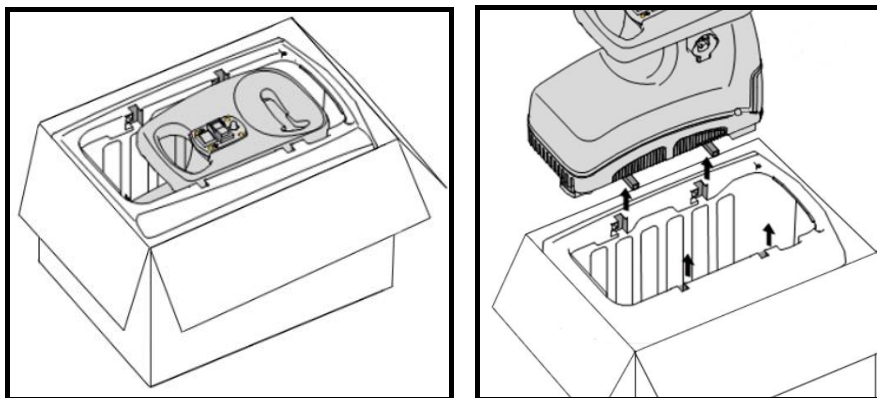

Fig.2
1. Retire todos os acessórios da caixa de recolha, depois retire a unidade do motor da caixa. Certifique-se de que os suportes salientes na parte inferior da unidade do motor passam pelos quatro entalhes na parte superior da estrutura da base. (Fig. 2)